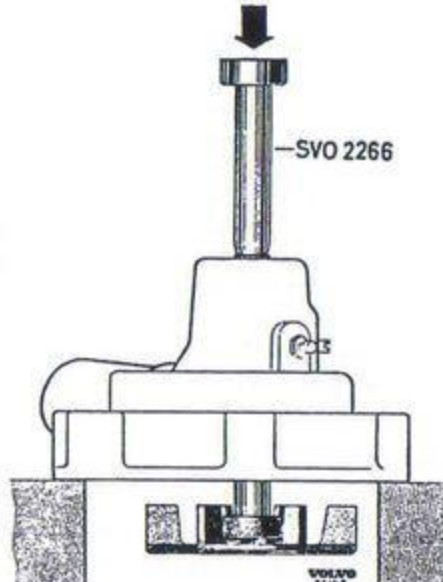

Bild 24. Demontering av axel med skovelhjul.
2. Placera pumpen på ett mothåll så, att skovelhjulet går fritt. Pressa med dorn SVO 2266 ut axel med skovelhjul. Se bild 24.